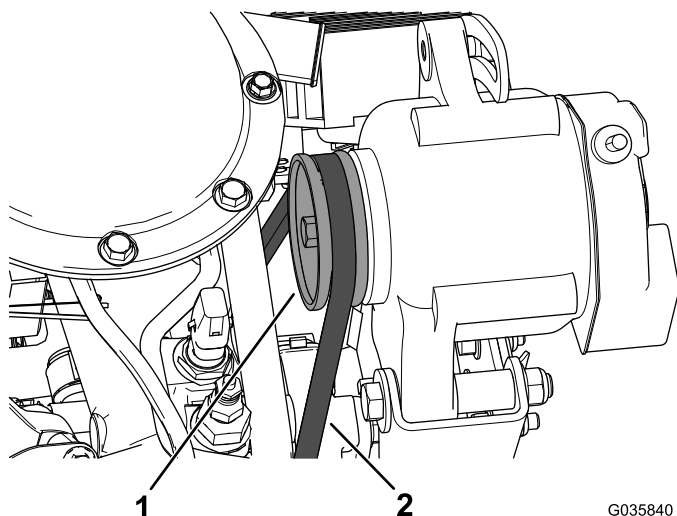

Figura 14
6. Coloque la correa del alternador sobre la p Polea del alternador (Figura 14).